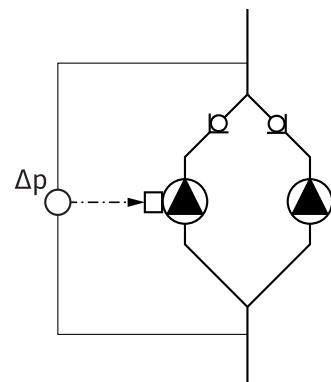

Fig. 18: 示例，连接差分传感器
- Fig. 18 示例中，沿流动方向看左侧的泵为主泵。将压差传感器连接在这个水泵上。
- 主泵压差传感器的测量点必须分别位于双头泵系统入口侧和出口侧二者的汇集管中（Fig. 18）。